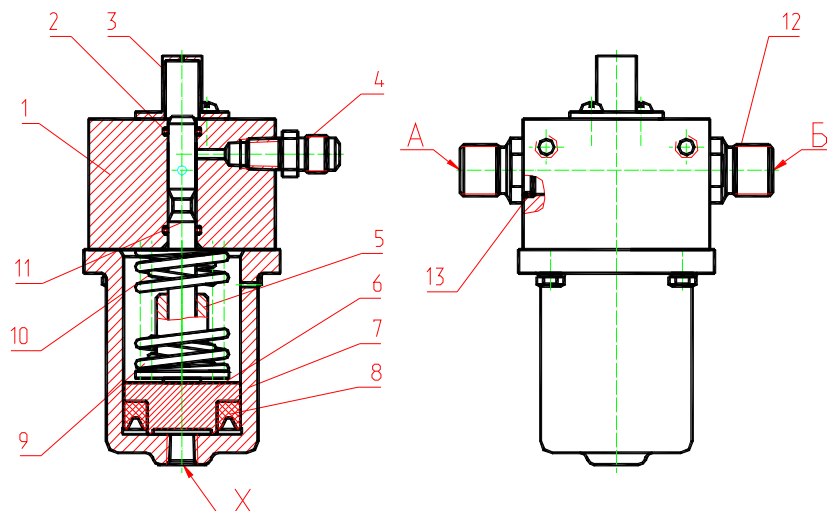

Рис. 33 Пневмогидравлический клапан
5. ПНЕВМОГИДРАВЛИЧЕСКИЙ КЛАПАН (рис. 33)
Пневмогидравлический клапан (рис. 33) применен в гидроприводе стабилизаторов экскаватора в качестве двухпозиционного гидрораспределителя с пневмоуправлением. При отсутствии давления в линии пневмоуправления X золотник 11 пружинами 9 и 10 устанавливается в положение, при котором гидравлические линии А и Б перекрыты между собой. При подаче давления воздуха золотник 11 соединяет линию А с линией Б.